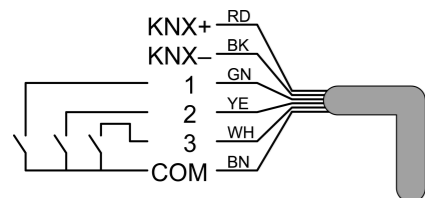

Figura 2
- All'occorrenza collegare i contatti senza potenziale (6) agli ingressi (figura 2).